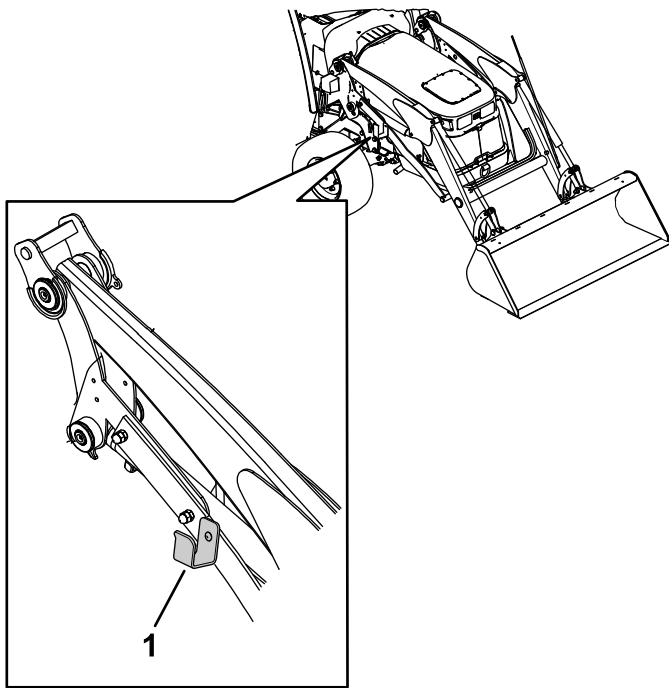

Рисунок 51
8. Поместите пучок шлангов на пластину для хранения шлангов (Рисунок 51).